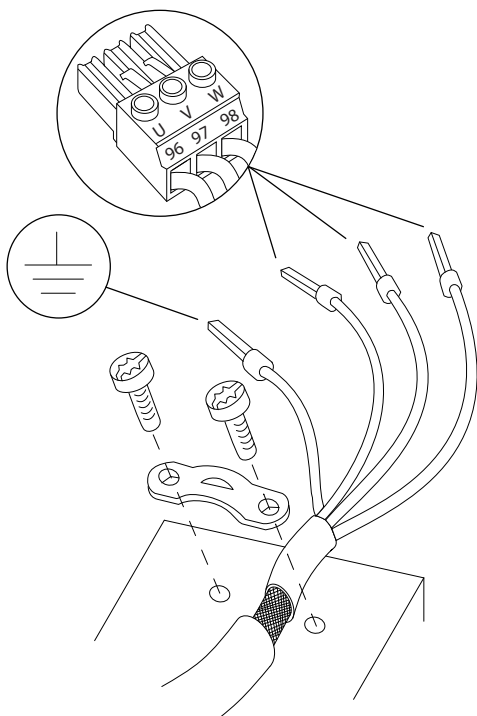

Bild 4.5 Motoranslutning
3. Anslut jordningsledningen till närmaste jordningsplint, i enlighet med jordningsinstruktionerna i *kapitel 4.3 Jordning*, se Bild 4.5.
4. Anslut trefasmotorkablarna till plint 96 (U), 97 (V) och 98 (W), se Bild 4.5.